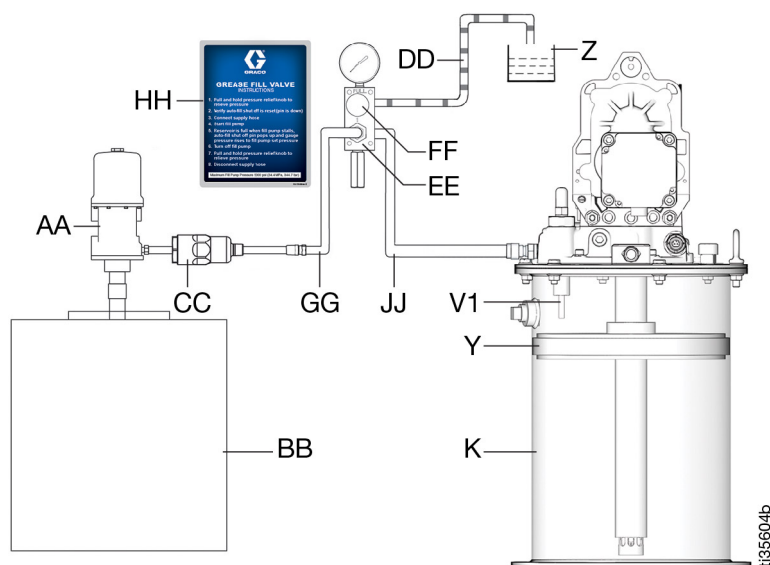

FIG. 12
NOTA: Use la válvula de llenado con n.º pieza 77X542 (como se muestra en la Fig. 12) para proteger contra la sobrepresión o utilice un conjunto de válvula de alivio de seguridad a 34,5 MPa (345 bar, 5000 psi) en la línea de relleno (GG).